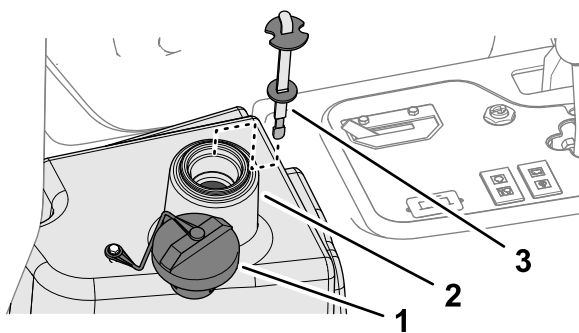

Figura 95
4. Umpleți rezervorul (Figura 95) cu aproximativ 22,7 l de ulei hidraulic; consultați Specificaiile uleiului hidraulic \(Pagină 64\).